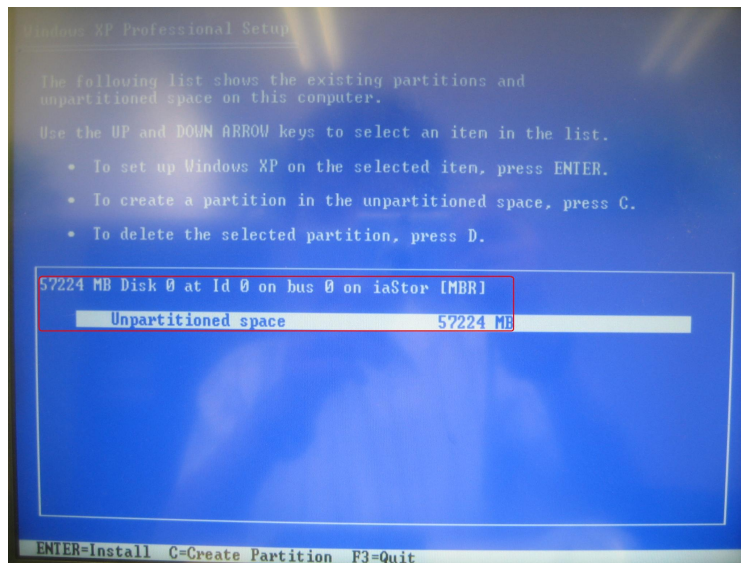

图 26
注意：本例中的 Panel PC 677 使用的是 Intel(R) 82801FR SATA RAID Controller (Desktop ICH6R)。确认后，系统进入硬盘分区选择安装界面，如图 26 所示。